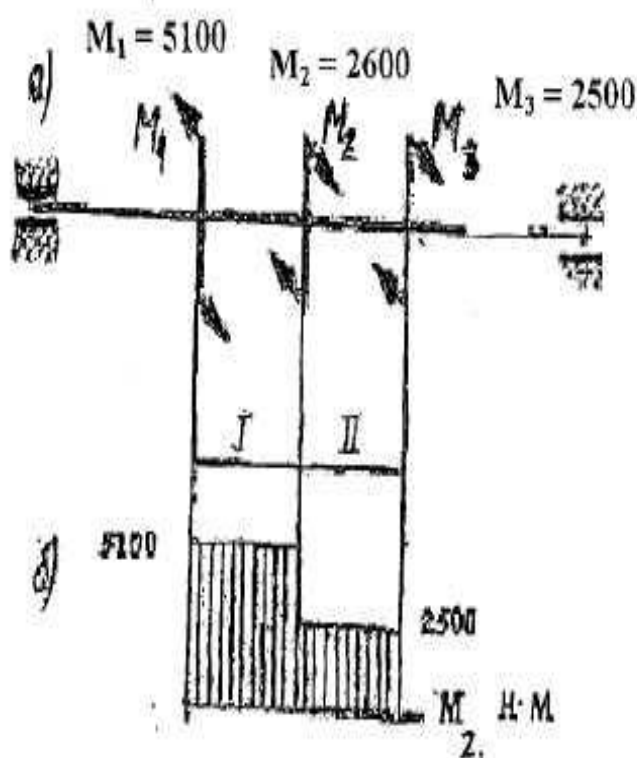

Рисунок 5 – Эпюра крутящих моментов
4. Определяем диаметр вала из условий прочности и жесткости. $M_{z \max} = 5100$ Н·м (рисунок 5, б).